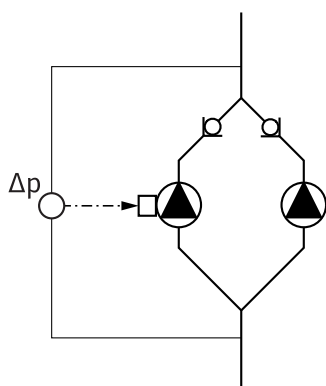

Fig. 18: Пример, свързване на датчик за диференциално налягане
- На примера във Fig. 18 главната помпа е тази, която се намира отляво по посоката на протичане. Датчикът за диференциално налягане трябва да се свърже към тази помпа.
- Точките на измерване на датчика за диференциално налягане на главната помпа трябва да са разположени в съответната сборна тръба от страната на засмукването и от напорната страна на системата с две помпи (Fig. 18).